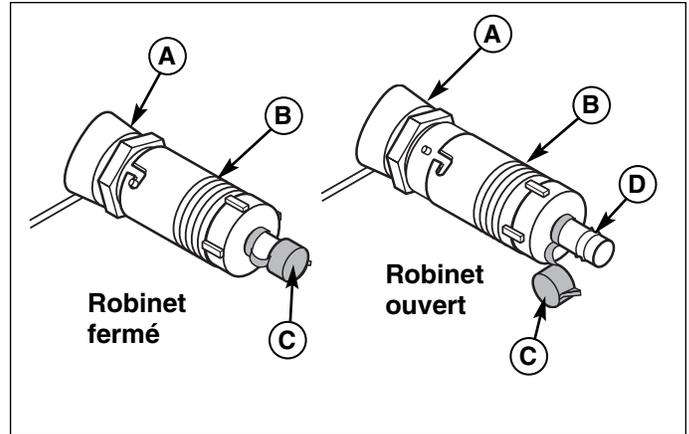

Figure 29. Robinet de vidange d'huile
3. Essuyer le robinet de vidange (B, Figure 29) et le capuchon (C) avec une serviette en papier ou un chiffon.